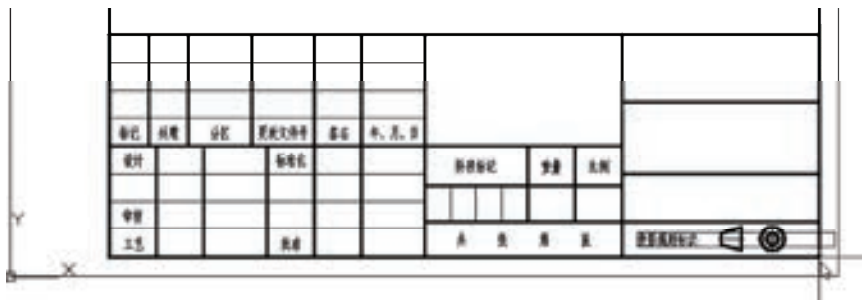

图 6-61 选定插入基点
3) 命令行出现“指定插入点或 [基点(B)/比例(S)/X/Y/Z/旋转(R)]:”的提示信息，使用鼠标将十字光标移到图 6-61 所示的位置处捕捉端点，单击确认该点为块的插入基点。